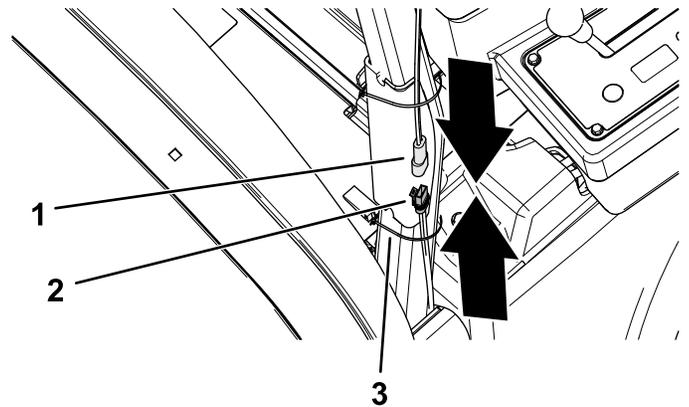

Figura 7
1. Ligue o conector de duas tomadas da cablagem de alimentação no conector de dois pinos da cablagem do toldo (Figura 7).
2. Prenda a cablagem de alimentação ao tubo da barra de segurança com uma braçadeira (Figura 7).